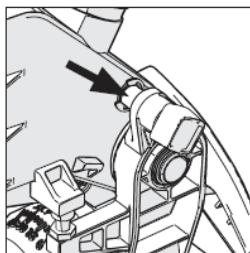

Рис. 16
- Убедитесь, что режущая головка находится в зафиксированном положении, а стопорный штифт полностью введен в гнездо (см. Рис. 16).
- Убедитесь, что режущая головка находится в зафиксированном нижнем положении а стопорный штифт полностью введен в гнездо (Рис. 16).
- Извлеките стопорный штифт (Рис. 16) и дайте режущей головке переместиться в верхнее положение.